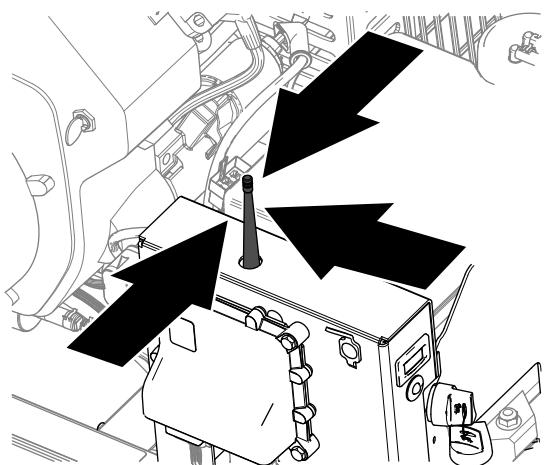

Figura 39
3. Sujetando el control remoto, colóquese cerca del módulo de control inalámbrico en una zona que tenga una línea visual ininterrumpida hasta la antena (Figura 39).